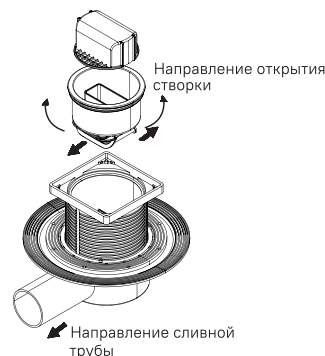

Рис. 12 / Сур-12
12. Установите стакан комбинированного затвора, грязеулавливающую сетку и декоративную решетку (рис.12). Направление открытия створки затвора должно совпадать с направлением сливной трубы.